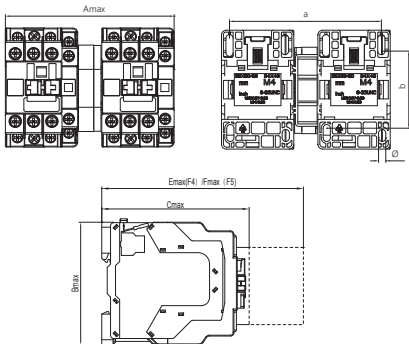

图2 NC5-0611N ~ 3811N系列可逆交流接触器外形与安装尺寸
6.2 NC5-0611N ~ 3811N系列交流接触器安装尺寸、外形尺寸与接线能力，见图2及表4，型号规格重量见箱贴。